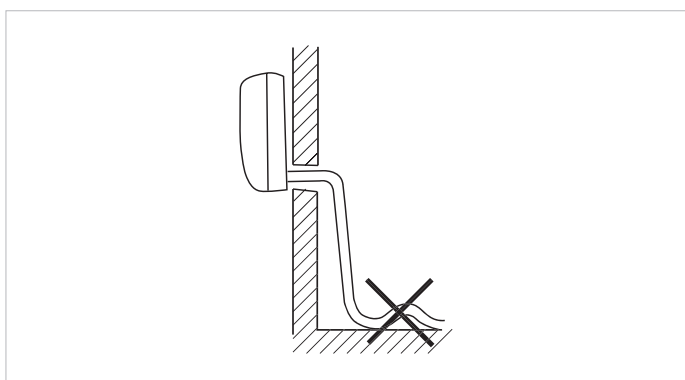

Fig. 9.3 Ondulations à éviter.
- Éviter d'installer la conduite de condensats en formant des ondulations (cf. figure 9.3).